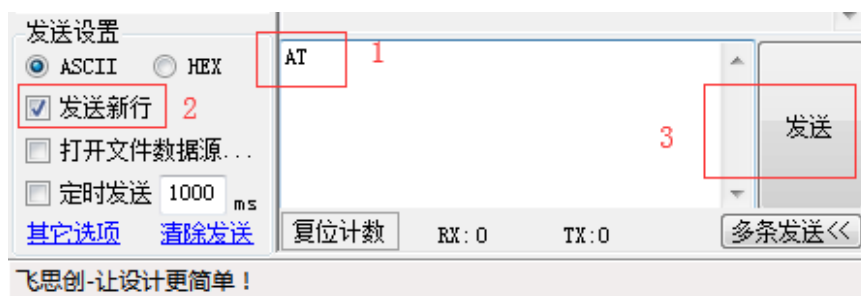

图 4.1.1 AT 指令输入示例图
1. 在 PC 端的输入方法：以“AT”为例，在 FreeAT 工具的输入框输入 AT 后，勾选发送换行或点击键盘中的“回车”，最后点击发送，如图 4.1.1 所示。